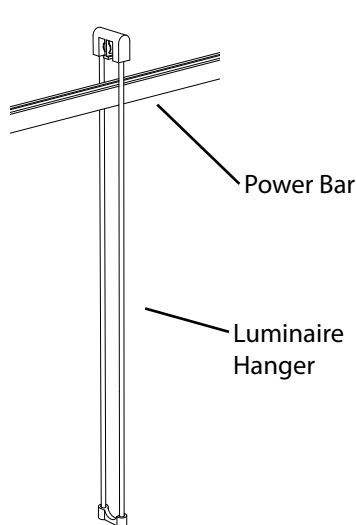

Fig. 38
1. Place the **Luminaire Hanger** over the **Power Bar** (Fig. 38).